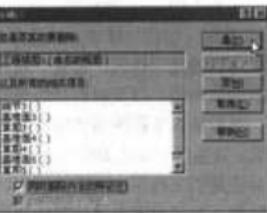

图 6-81 “删除确认”对话框
1) 单击菜单栏中的“编辑”→“复制”命令，或单击标准工具栏中的 $\text{C}$ （剪切）工具，弹出如图6-81所示的“删除确认”对话框。单击“是”或“全部是”按钮，即可剪切所选视图。
(3) 切换到目标图纸，在想要粘贴视图的位置处单击，然后单击标准工具栏中的 $\text{V}$ （粘贴）工具，或单击菜单栏中的“编辑”→“粘贴”命令，即可在指定位置粘贴所剪切或复制的视图。